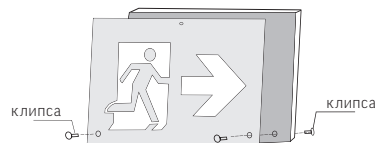

Рис. 1.
- 1) Пиктограммы указывающие направление к эвакуационному выходу (2шт.) уже установлены на световом указателе, если не требуется их менять – окончательно закрепите их при помощи клипс (4шт. в комплекте) Рис. 1.